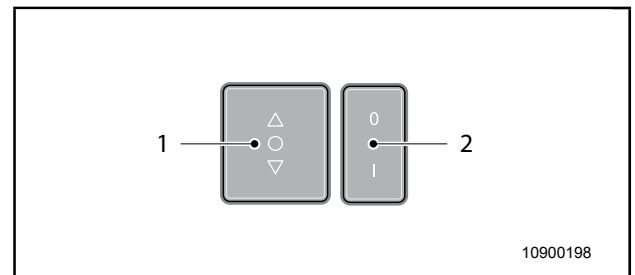

Abb. 10 Dachfenster SkyView öffnen/schließen
- ◆ Zum Öffnen des Ausstellfensters den Wipptaster (Abb. 10, Pos. 1) oben drücken und gedrückt halten bis die gewünschte Position erreicht ist. Der Motor wird in Endposition abgeschaltet.
- ◆ Zum Schließen des Ausstellfensters den Wipptaster (Abb. 10, Pos. 1) unten drücken und gedrückt halten bis die gewünschte Position erreicht ist. Der Motor wird in Endposition abgeschaltet.
- ◆ Mit dem Kippschalter (Abb. 10, Pos. 2) schaltet man die Beleuchtung im Innenrahmen des Dachfensters ein und aus.
Die Sicherung des Dachfensters befindet sich unter dem Abdeckrahmen im Bereich der beiden Schalter (Abb. 10).